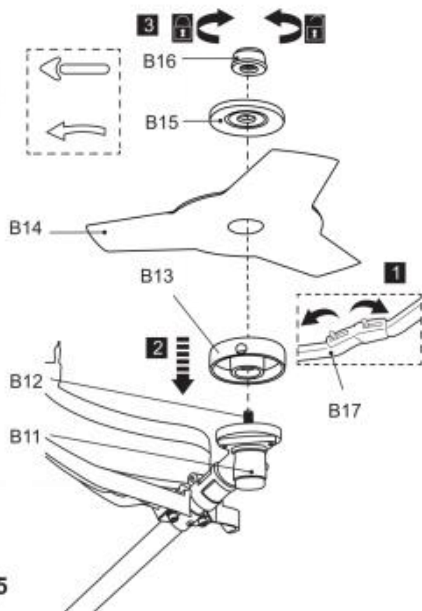

Fig. 5
7) Serrez l'écrou (B16) pour fixer la lame de coupe dans le sens inverse des aiguilles d'une montre tout en verrouillant la broche (B12) avec la clé hexagonale (E5). Retirez ensuite la clé hexagonale (Fig. 5).